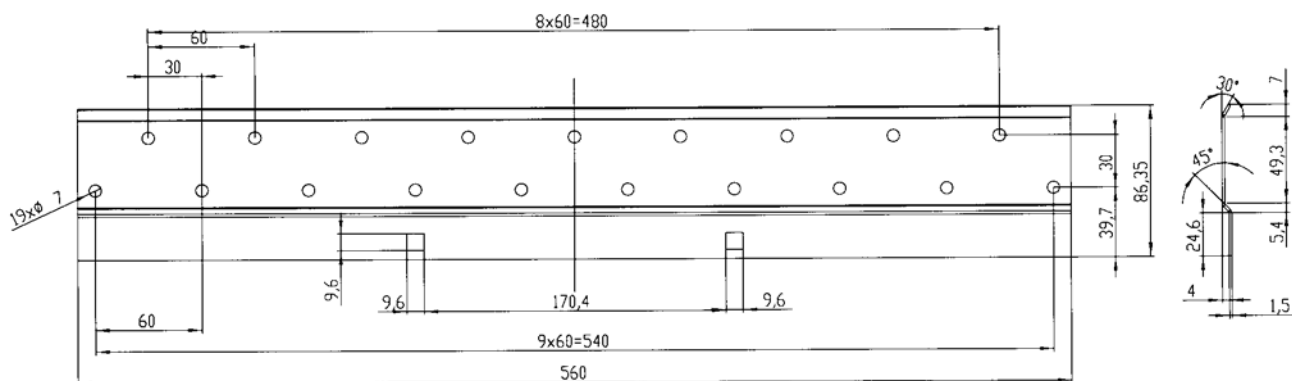

Bild C1. Vägghöjningskennan
- C1 Fäst väggmonteringsskenan med skruvar (se bild C1) på önskad höjd. Lägg en isoleringsskiva mellan väggen och aggregatet för att dämpa eventuella stomljud och vibrationer. Isoleringsskivan håller också aggregatet i vertikalt läge.